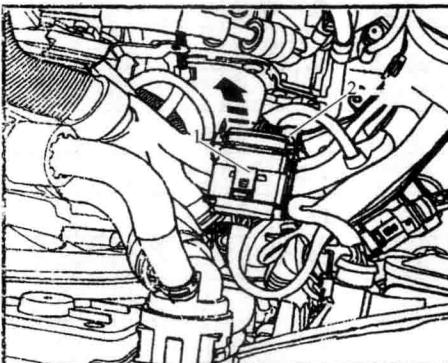

图 1-5 脱开电气插头连接
10) 如图 1-5 所示，脱开电气插头连接。打开下面的导线托架。从导线托架中取出连接发动机控制单元的导线束。